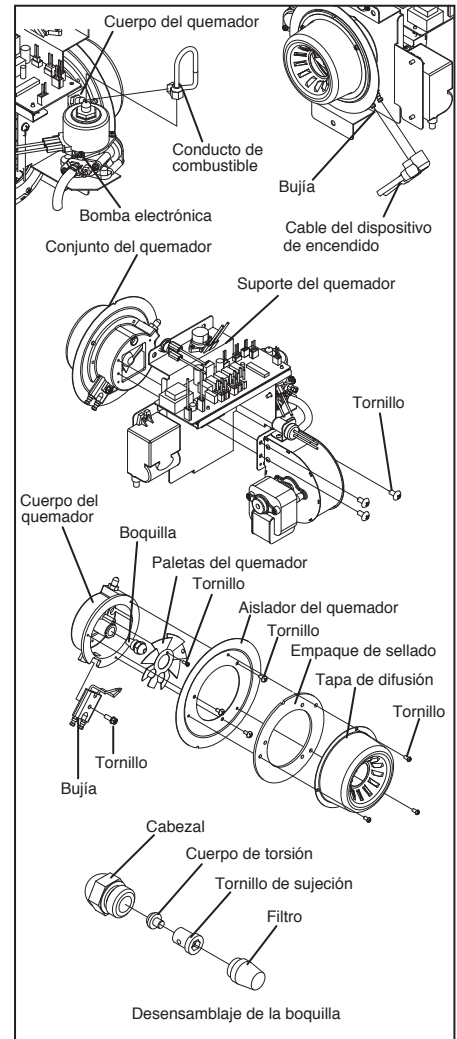

Figura 7. Retiro de la boquilla
- 11) Desensamble la boquilla como se muestra en la Figura 7.